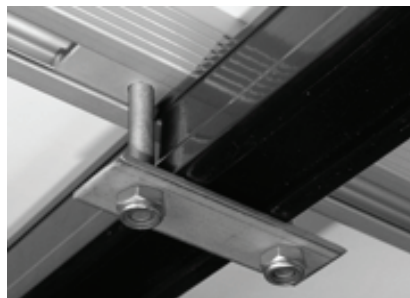

Abbildung 6
3. Verbinden Sie das Dachzelt an vier Stellen mit dem Dachgepäckträger (siehe Abbildung 6). Verwenden Sie 2 Schrauben und 2 Schiebepatten zur Umfassung des Dachträgers/-reling (1 Satz je Ecke).